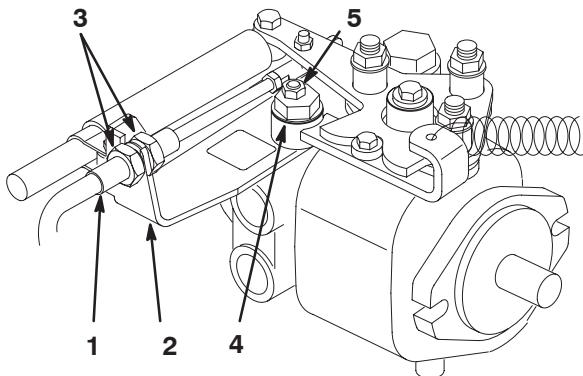

Figure 50
- A. Desserrez les écrous de blocage qui fixent le câble de commande de transmission à la cloison sur l'hydrostat (Fig. 50). Vérifiez que les écrous de blocage sont desserrés uniformément et suffisamment pour permettre le réglage.
- B. Desserrez l'écrou de fixation de l'excentrique en haut de l'hydrostat (Fig. 50).
- D. Tournez l'excentrique jusqu'à ce que la roue ne tourne plus dans aucune direction. Lorsque la route arrête de tourner, serrez l'écrou pour bloquer l'excentrique et le réglage (Fig. 50). Vérifiez le réglage avec la commande d'accélérateur en position de ralenti, puis de régime maximum.
- E. De part et d'autre de la cloison, serrez les contre-écrous **uniformément** pour fixer le câble de transmission à la cloison (Fig. 50). Ne tordez pas le câble.